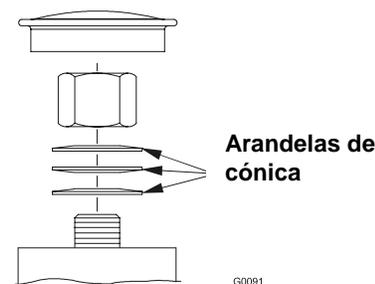

FIGURA 15
- a) Remueva la tapa contra polvo en la aparte superior del soporte de la rueda y apriete la tuerca hasta que las arandelas estén planas y devuélvase 1/4 de vuelta, para poder ajustar la presión en el rulemán. Si se desarma, asegúrese de instalar las arandelas cónicas como se muestra en la Figura 15.